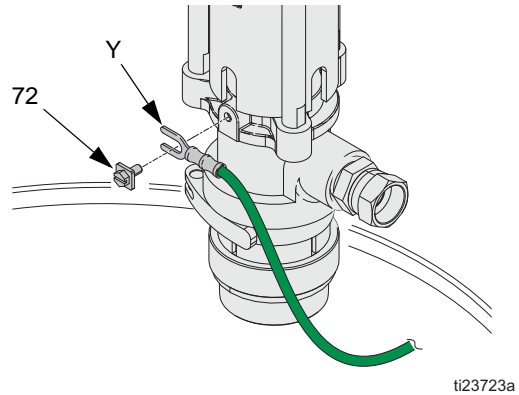

FIG. 9
1. *Pompe* : Raccorder le fil de terre (Y) à la vis de mise à la terre (72) et bien la serrer. Voir FIG. 9. Raccorder l'autre extrémité du câble à une vraie terre. Veiller à se conformer aux réglementations nationales, régionales et locales relatives aux installations électriques.